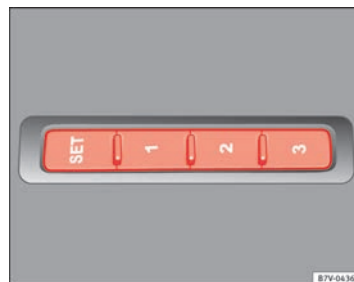

Fig. 80 Tasti di memoria nella parte esterna del sedile del conducente.
- Tenere premuto il tasto  per più di un secondo ⇒ fig. 80.